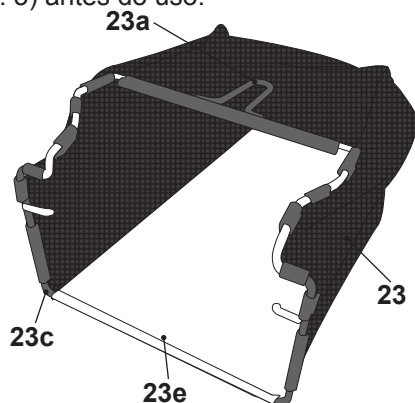

Fig. 5
1. O armazenador de relva (23) já foi montado, mas certifique-se de que os cliques de borracha do armazenador de relva (23e) foram fixados na haste de suporte (23c) (Fig. 5) antes do uso.